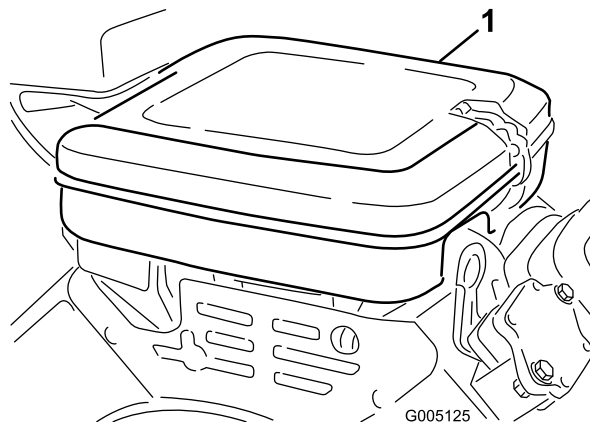

**Рисунок 40**
1. Тщательно очистите крышку (Рисунок 40).
3. Снимите барашковую гайку крепления элементов к корпусу воздухоочистителя (Рисунок 40).